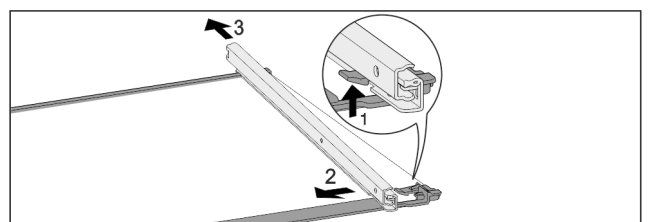

Fig. 84 Ripiano in vetro con guide
- ▶ Premere il gancio di fermo anteriore verso l'alto. Fig. 84 (1)
- ▶ Far scorrere la guida estraibile di lato Fig. 84 (2) e verso il lato posteriore Fig. 84 (3).